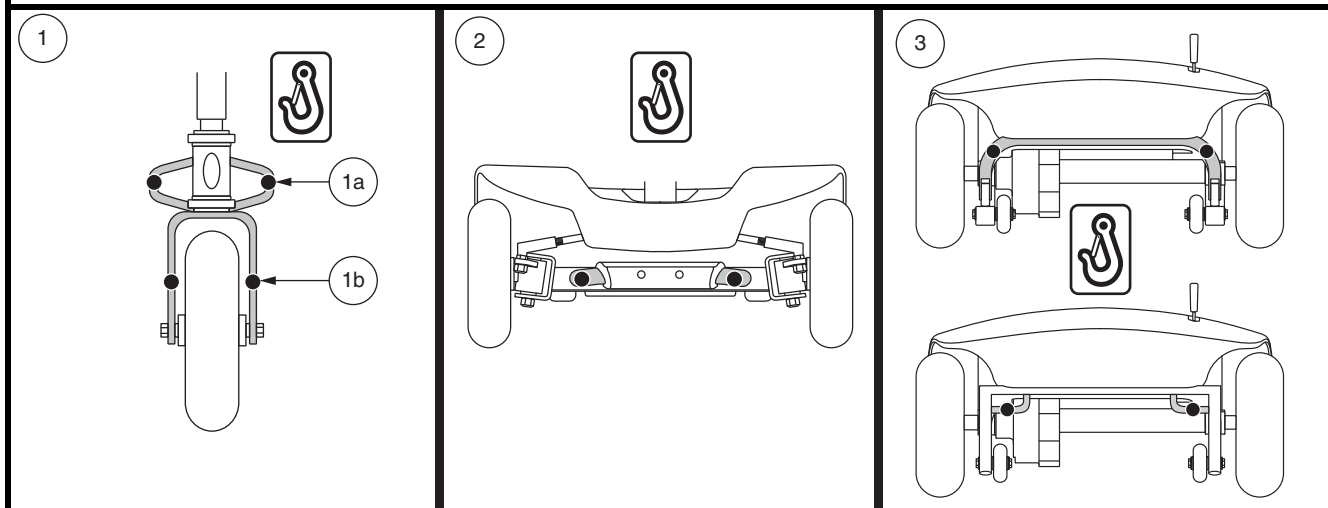

Figure 10. Points d'ancrage (Identifié avec des points noirs)
Le Travel Scooter doit toujours être ancrés face à l'avant du véhicule. Fixez les quatre (4) courroies aux points d'ancrage désignés sur le Travel Scooter. Voir la figure 10. Serrez-bien les courroies pour retirer le jeu excessif. N'attachez jamais le Travel Scooter par ses composantes réglables ou mobiles tels que les accoudoirs, capots ou roues. Ces articles devraient être enlevés. Positionnez les points d'ancrage arrière des courroies directement derrière le Travel Scooter. Les points d'ancrage avant sont disposés plus loin de chaque côté du Travel Scooter afin d'augmenter la stabilité latérale.